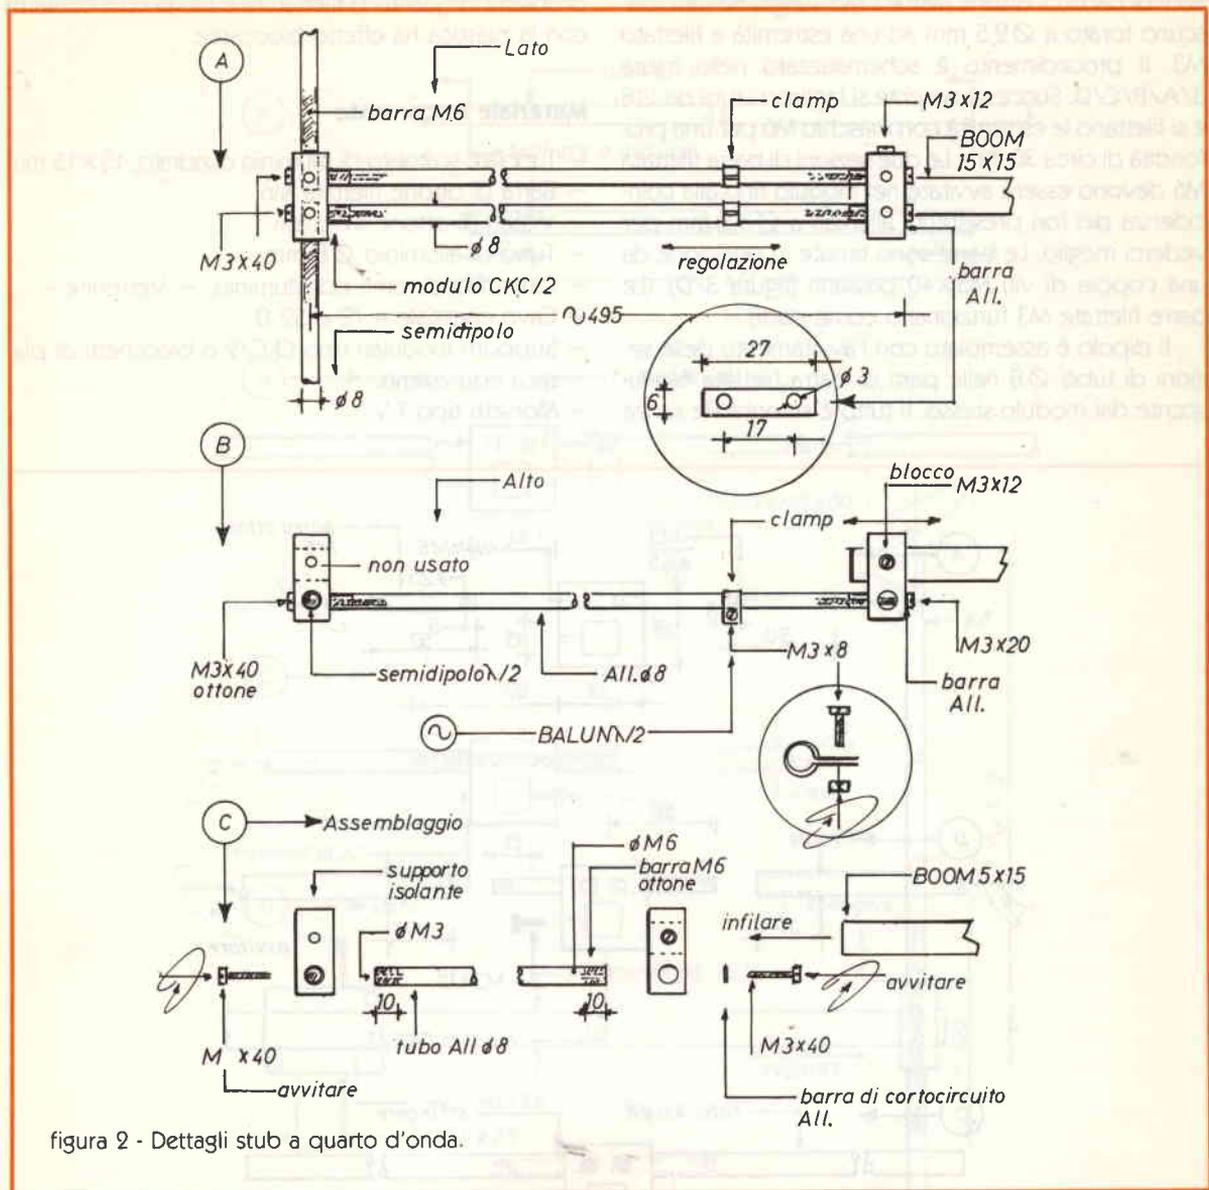
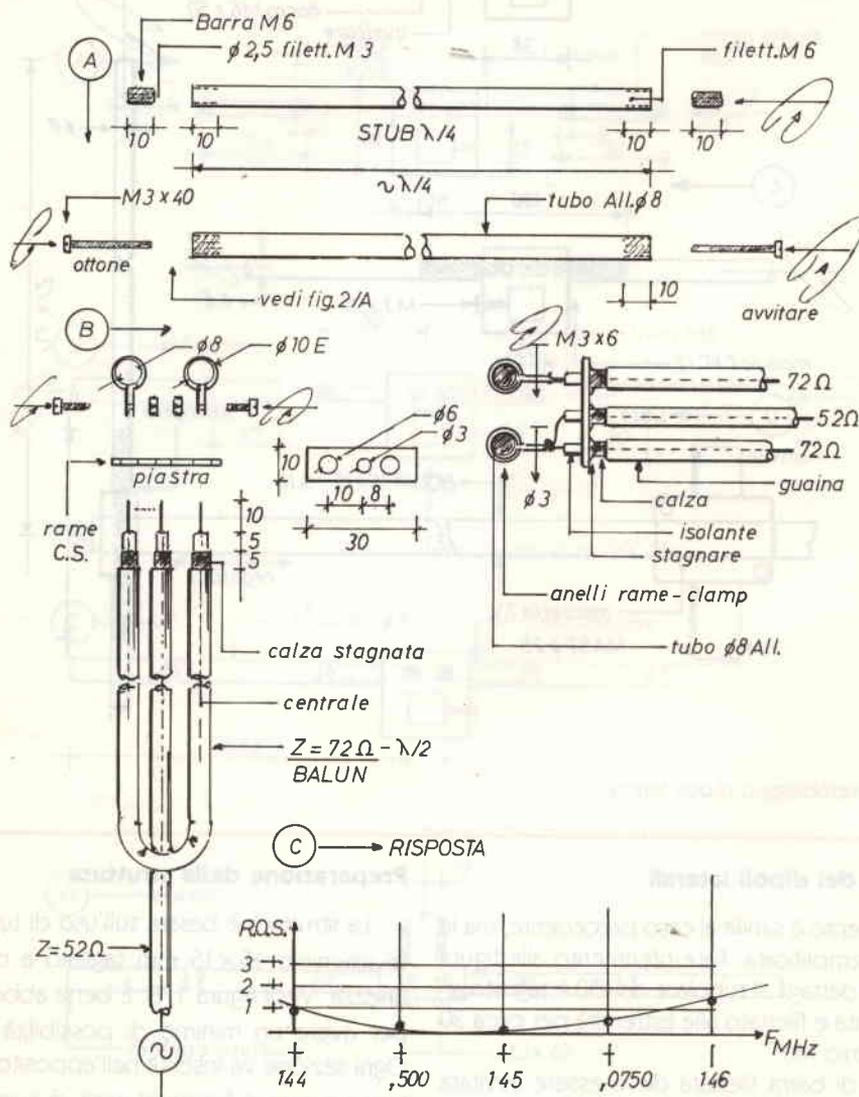

figura 2 - Dettagli stub a quarto d'onda.
figura 5 - Alimentazione e adattamento.
Suggerisco di tenere presente contemporaneamente la figura 2/A/B/C e la figura 5/A per i dettagli costruttivi. Anche per lo stub si usa lo stesso materiale dei dipoli. Le sezioni sono due tagliate a conveniente lunghezza. Ogni sezione porta uno spezzone di barra filettata M6 lunga 10 mm avvitata a ciascuna estremità. Lo spezzone è forato per la lunghezza a  $\varnothing 2,5$  mm e filettato M3. Dopo inserimento nel tubo da  $\varnothing 8$  bisogna bloccarla in sede bullonando leggermente entro i 10 mm dal bordo. Se tuttavia si ha l'accorgimento di praticare pochi filetti internamente al tubo questa operazione non è necessaria.
I particolari costruttivi sono visibili nella figura 2/C. Le due sezioni così preparate devono essere avvitate al punto di alimentazione nella parte centrale dell'antenna, sul modulo isolante. Vedi figura 2/A/B in dettaglio. Si usano le viti M3 x 40 mm circa, di ottone oppure inox. Dalla parte opposta le due sezioni di tubo sono fissate ad un altro modulo isolante con lo stesso sistema.
**N.B.** Poiché lo stub deve essere cortocircuitato, si deve inserire una barretta di alluminio, fra le viti ed il modulo. Stringendo le viti si ha anche il cortocircuito! Nel supporto isolante (CKC/2) si inserisce la corta sezione di tubolare da 15 x 15 e si ottiene l'ancoraggio al mast. Vedi figura 2/B - destra.
Le clamps sono ricavate da lamierino di alluminio o meglio rame, larghe circa 6 mm e forate a  $\varnothing 3$  mm. Ogni clamp è preparata stringendo in morsa la striscia di rame su una punta da  $\varnothing 7,5$  mm. Il dettaglio è nel cerchietto in figura 2/B. Le clamps sono allargate e fissate sullo stub a quarto d'onda con viti M3x600. Altri particolari sono visibili nella figura 5/B.
Il dispositivo bilanciato è ottenuto inserendo una sezione di cavo a  $72 \Omega$  oppure a  $52 \Omega$  di lunghezza pari a mezz'onda elettrica (lunghezza fisica moltiplicata per il fattore di velocità). In questo modo si ha uno sfasamento di  $180^\circ$  con conseguente bilanciamento elettrico. I dettagli costruttivi sono riportati nella figura 5/B. Il tratto di cavo a mezz'onda (150:145 MHz, moltiplicato per 0,82 se si usa cavo a  $72 \Omega$  oppure moltiplicato per 0,65 se si usa cavo a  $52 \Omega$ ). Con il cavo a  $72 \Omega$  si ha una maggiore flessibilità! Provare per credere) deve essere intestato scoprendo una parte di guaina e saldando una parte di calza per circa 5 mm. La massa comune si ottiene saldando le calze nella parte inferiore di una bassetta di vetronite forata come indicato..... dalla parte superiore fuoriesce solo l'isolante di polistirene ed il conduttore centrale, ovviamente.
Preparare lo spezzone di cavo di alimentazione tagliato ad un numero pari di mezz lunghezze d'onda elettriche e collegarlo all'eccitatore a radio frequenza. Posizionare le clamps a circa 15 cm dal mast e fare piccoli spostamenti fino ad ottenere il minimo valore di R.O.S.A titolo informativo le prove sono state fatte con eccitatore TRIO TS 770S. Misuratore di ROS DAIWA CN630 e cavo RG58/AU tagliato a  $20 \lambda$  mezzi x f.v. Il diagramma riportato in figura 5/C dà un'idea del tipo di risposta al variare della frequenza. Nelle prove è stato usato un mast metallico e quindi si ha avuta una certa interferenza nel lobo di irradiazione che teoricamente dovrebbe essere omnidirezionale, suggerisco quindi di usare un mast isolato, di legno od altro materiale.